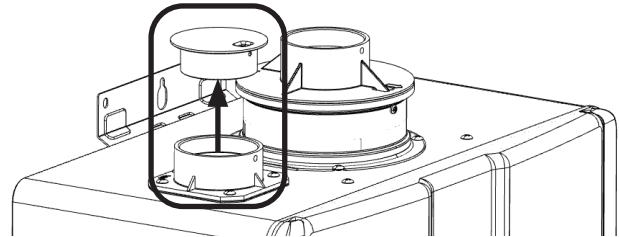

Figure 43
2. Déposer et mettre au rebut le cache de prise d'air comburant (figure 43).